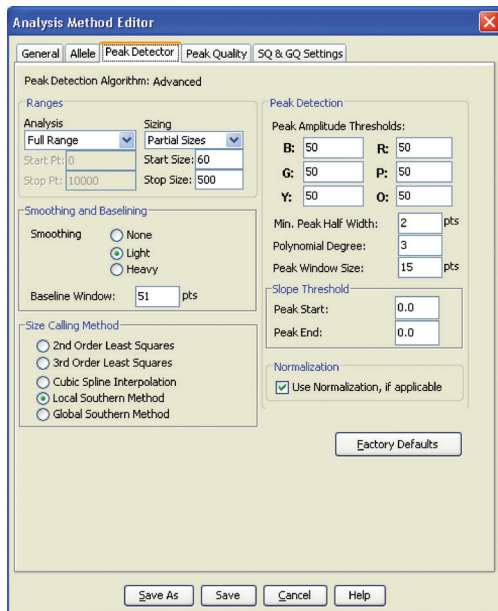

图14. GeneMapper® ID-X “Peak Detector” 选项
10. 点击“Peak Detector”选项，图 14为Promega公司的设置参照图。您可能需要优化设置。请进行实验室内部认证。
9. 点击“Peak Detector”选项，图14为Promegag公司的设置参照图。您可能需要优化这些设置，并进行实验室内部认证。